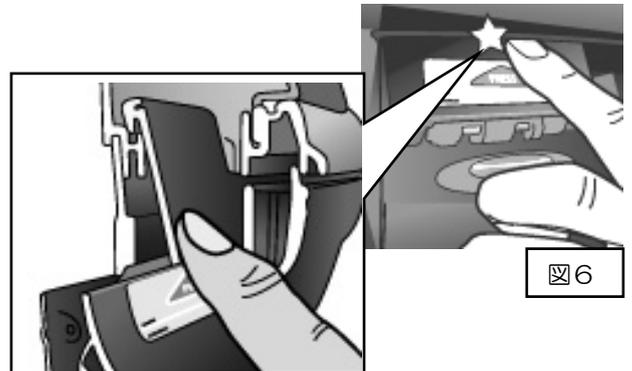

図6
2-2.フラップの「PRESS」と書かれた三角マークの上側（☆印）付近を押さえながら、下側に下ろす感じを意識してフタをロックします。（図6参照）
- 図6のフラップ断面図を参照し、必ずフラップ上端のツメを①ケースの溝に掛け、しっかりとロックしてください。